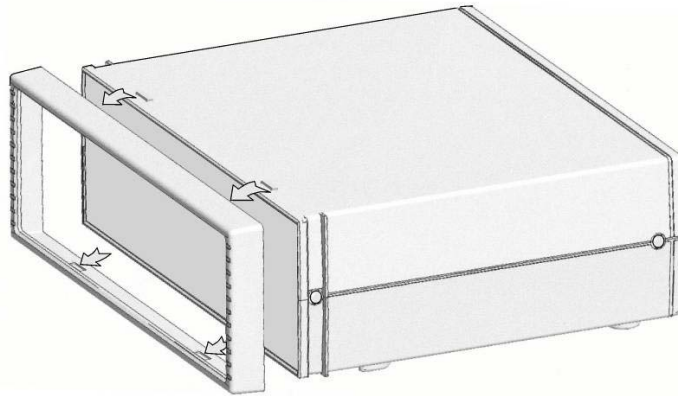

Fig. 1
2. Per accedere alle chiusure anteriori, rimuovere la mascherina anteriore, sollevando leggermente e tirando in avanti il bordo superiore della mascherina per liberare i ritegni che la fissano al corpo dello strumento. Ripetere la stessa operazione per il bordo anteriore. Fare riferimento alla Fig. 1.
8. Rimontare la mascherina. Spingere il lato anteriore della mascherina in prossimità dei ritegni (Fig. 1) fino allo scatto in posizione sul contenitore.